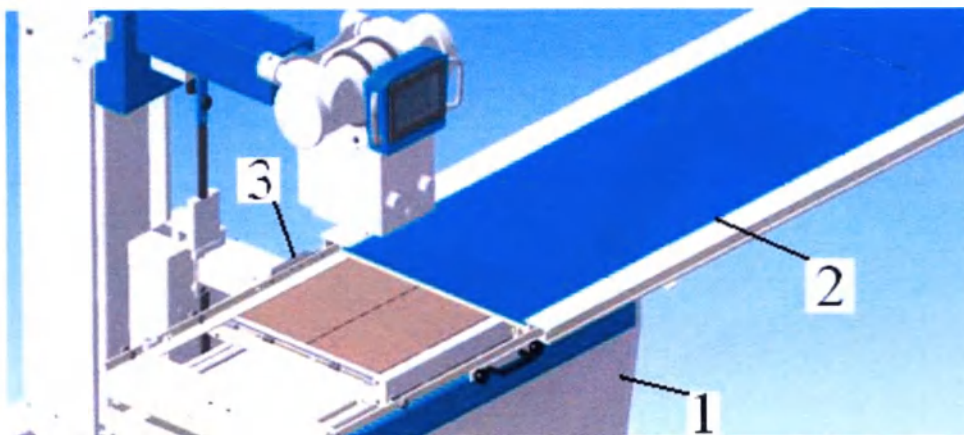

Рисунок 3.2
- осторожно скатить (рисунок 3.2) деку 2 со стола 1, не повредив электромагнит 3;
- осторожно накатить (рисунок 3.2) деку 2 на стол 1, не повредив электромагнит 3;